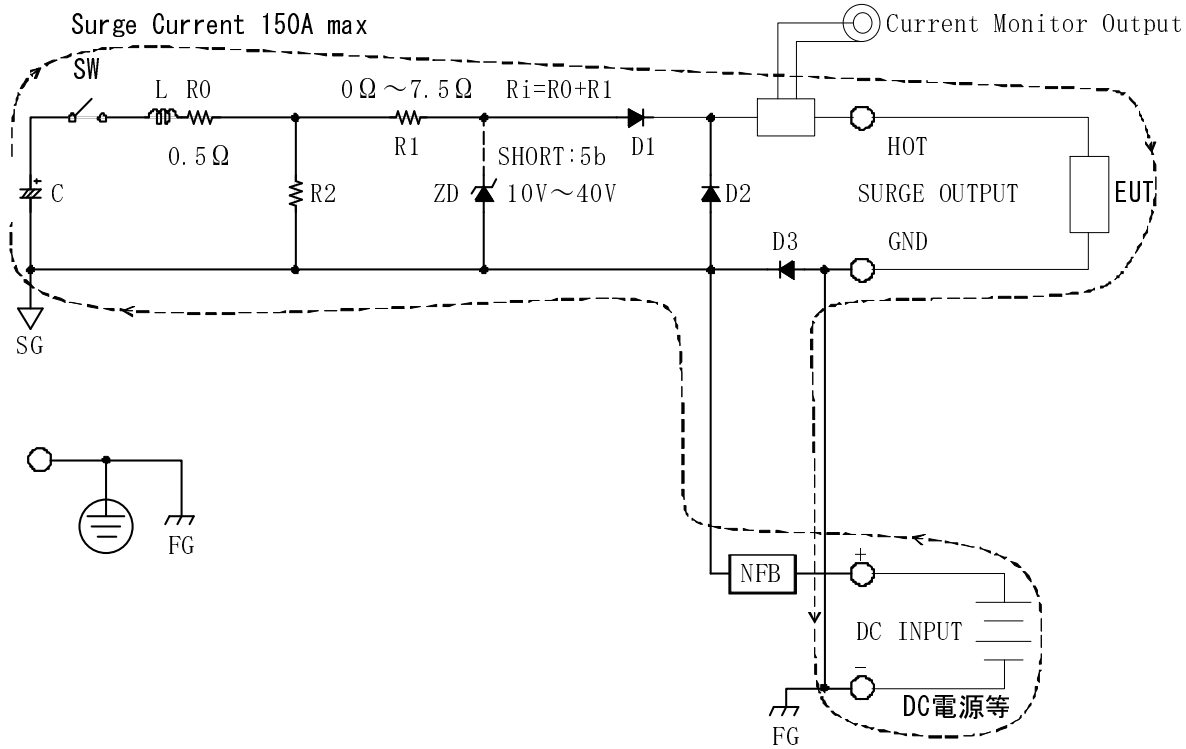

図3 DC 入力 of 直列重畳
ISO 規格に準拠した直列(Serial)重畳にするためには、図1における DC Injection の Serial と COM をショートします。DC を入力するには DC INPUT に DC 電源等を接続しますが、この状態でパルス電流がどのように流れるのか、順を追って説明します。(図3参照)
3. SG の電位は DC 入力と同電位なので、パルス電流は D3 を通ることができずに図3の破線が矢印で示す方向へと向かい、DC INPUT のマイナス端子に達します。